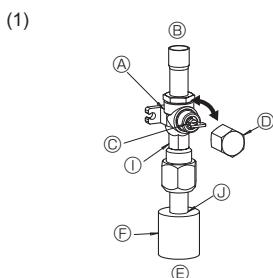
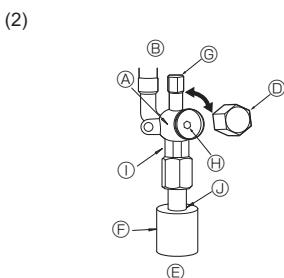

Fig. 4-6
Fig. 4-7
- (1) ZRP100-140 modellerinin gaz tarafı (Fig. 4-6)
- ① Kapağı çıkarın, kolu kendinize doğru çekip saat yönünün tersine 1/4 devir çevirerek açın.
- ② Stop valfinin tamamen açık olduğundan emin olun, kolu içeri itin ve başlığı çevirerek tekrar ilk konumuna getirin.
- (2) ZRP100-140 modellerinin sıvı tarafı ve ZRP35-71 modellerinin Gaz/Sıvı tarafı (Fig. 4-7)
- ① Başlığı çıkarın ve 4 mm'lik bir altigen somun anahtarıyla vana çubuğu giidebileceği yere kadar saat yönünün tersine döndürün. Tampona dayanınca döndürmeye son verin.